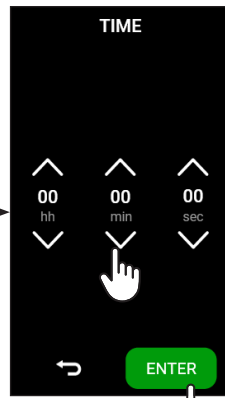

fig.6
- Configure la hora actual y pulse ENTER (fig.6);